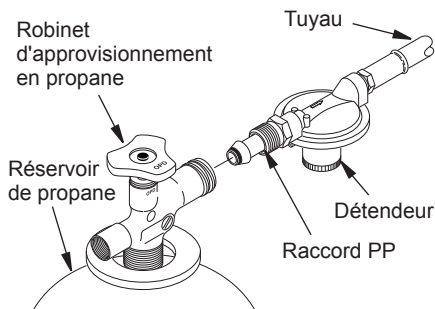

Figure 4 - Position du détendeur
IMPORTANT : Positionnez le détendeur de manière à ce que le tuyau qui sort du détendeur soit à l'horizontale (voir figure 4). Cela permet de bien positionner la
3. Raccordez le tuyau à l'entrée du robinet (voir figure 4). Resserrez fermement avec une clef. **IMPORTANT** : Un tuyau ou une canalisation supplémentaire peuvent être employés au besoin. Installez tout tuyau ou toute canalisation supplémentaire entre l'assemblage du tuyau et du détendeur et le réservoir de propane. Vous devez employer le détendeur fourni avec l'appareil de chauffage.